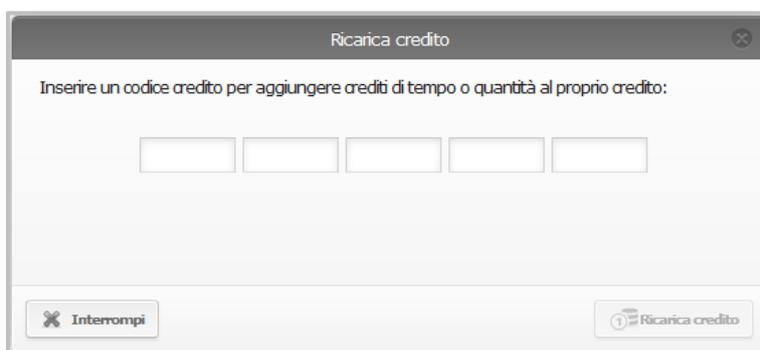

Figura 49: Ricarica credito
- Inserire il codice nella finestra Ricarica credito (Figura 49: Ricarica credito).